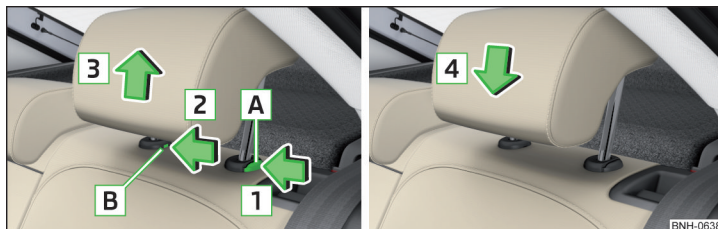

Fig. 59 Scoaterea/introducerea tetierei din spate
- Pentru **scoatere**, mențineți butonul de siguranță **A** în sensul săgeții **1**, în același timp cu o șurubelniță plată (cu lățimea de maxim 5 mm), apăsați butonul de siguranță în deschiderea **B** în sensul săgeții **2** și scoateți tetiera în sensul săgeții **3** » fig. 59.